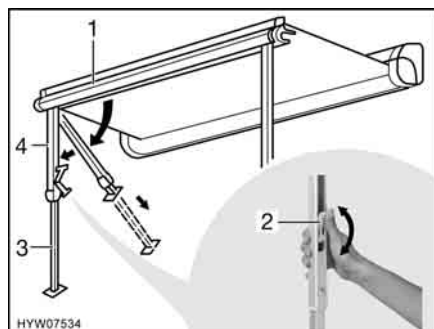

Fig. 26 Installazione dei montanti di supporto
- Rimuovere i montanti di supporto (Fig. 26,4) dal listello anteriore (Fig. 26,1) esercitando una leggera pressione verso l'esterno, quindi ribaltarli e collocarli.
- Aprire il bloccaggio sui montanti di supporto. A tal fine ripiegare la leva di serraggio (Fig. 26,2) verso l'alto.
- Estrarre la parte inferiore dei montanti di supporto (Fig. 26,3) fino alla lunghezza desiderata.
- Chiudere il bloccaggio presente sui montanti di supporto. A tale scopo, spingere la leva di serraggio (Fig. 26,2) verso l'alto.